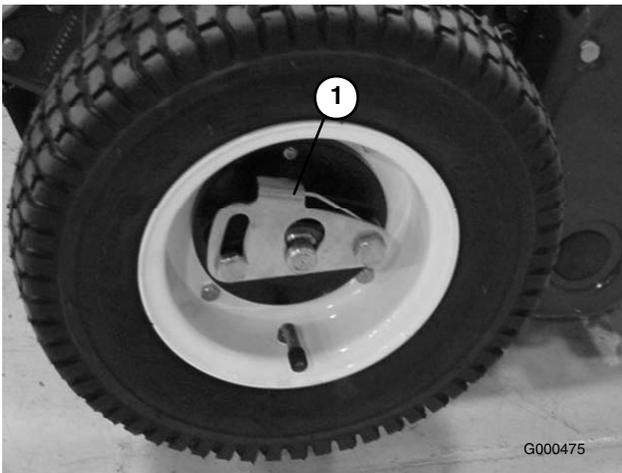

Figura 8
2. Empurre o dispositivo de bloqueio da roda para o centro da roda e deslize a roda na direcção do veio hexagonal (Figura 8).